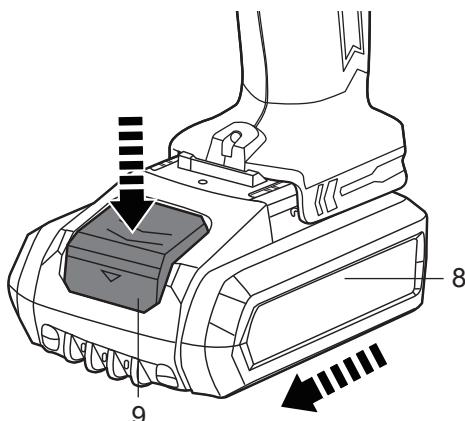

Fig. 4
- > Blocați comutatorul PORNIT/OPRIT (6) pentru a evita pornirea accidentală prin mișcarea controlului de rotație înainte/înapoi (5) în poziția din mijloc (a se vedea secțiunea „Funcțiile produsului – Controlul rotației înainte/înapoi”).
- > Pentru a scoate acumulatorul, apăsați butonul de eliberare (9) și trageți în afară pachetul de acumulatoare (8) din produs (fig. 4).